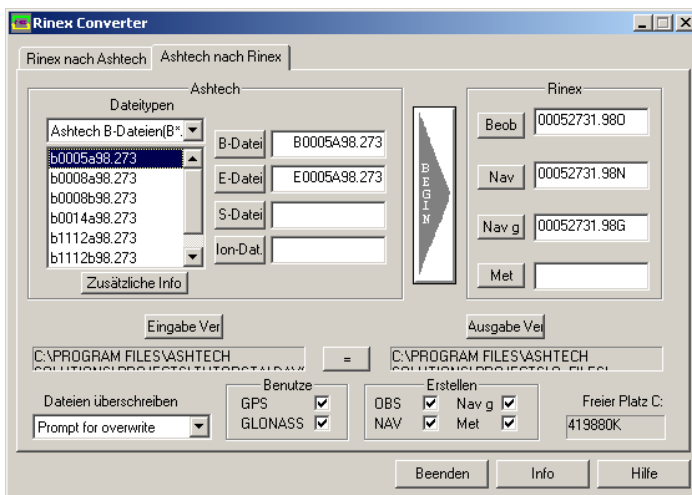

Abbildung B.8. Ashtech-Dateien im gewählten Eingabeverzeichnis
- Das **Eingabeverzeichnis** führt den Verzeichnispfad auf und die Liste **Verfügbare Dateien** führt die Rinex-Dateien im Eingabeverzeichnis auf (Abbildung B.8).